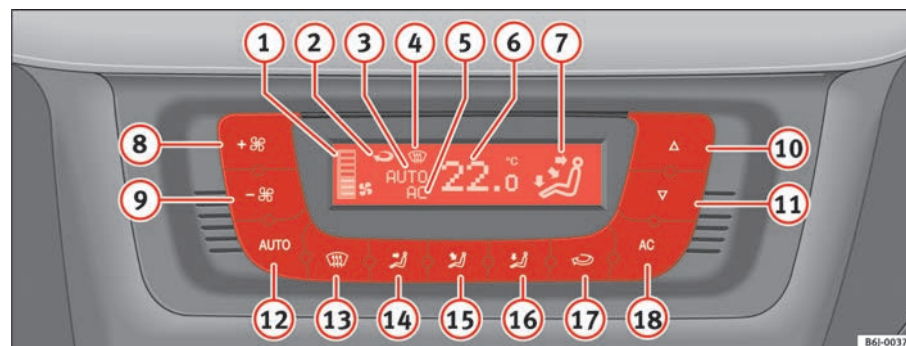

Fig. 91 Sulla plancia della strumentazione: comandi del Climatronic
- Per impostare la temperatura desiderata bisogna ruotare la manopola ⇒ pag. 133, fig. 91 (10).
- (1) Indicatore del livello del ventilatore.
- (2) Indicatore della funzione di ricircolo
- (3) Indicatore **AUTO** (Funzionamento automatico).
- (4) Indicatore di disappannamento.
- (5) Indicatore AC (Raffreddamento attivo).
- (6) Indicatore della temperatura interna selezionata
- (7) Indicatore della direzione del flusso d'aria.
- (8) Aumento della velocità del ventilatore.
- (9) Diminuzione della velocità del ventilatore.
- Premere il tasto **AUTO**. Viene visualizzata l'indicazione ⇒ pag. 133, fig. 91 (7).
- Premere uno dei tasti compresi tra ⇒ pag. 133, fig. 91 **(14)** e **(16)** oppure premere la manopola del ventilatore **(8)** e **(9)**. Si spegne l'indicazione **(3)**.
Il ventilatore si regola tramite i tasti **(8)** e **(9)** ⇒ pag. 133, fig. 91. Se la ventola è spenta (sullo schermo non è indicato nessun livello **(1)**) e si tiene premuto il tasto **(9)**, si spegne il Climatronic. In tal caso sul display comparirà la scritta **OFF**.
- Per attivare e disattivare la funzione di ricircolo si deve premere il tasto **(5)**. È attiva se sul display compare il simbolo  ⇒ pag. 133, fig. 91.